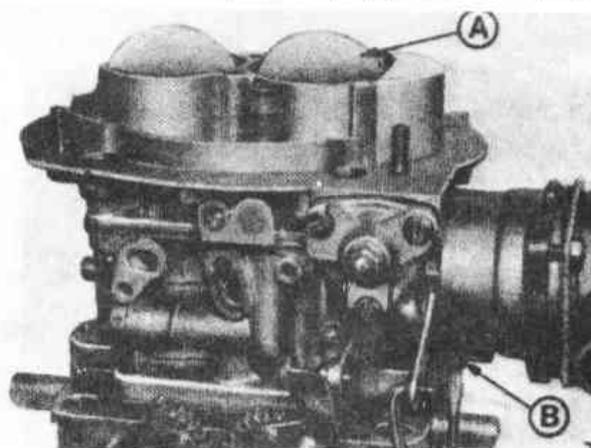

Рис.3.92. Регулировка высоких оборотов холостого хода (Разд.35)
5. Не трогая педали газа, запустите двигатель и проверьте частоту вращения высоких оборотов холостого хода. При необходимости отрегулируйте вращением регулировочного винта высоких оборотов холостого хода (Рис.3.92). Чтобы получить доступ к винту, заглушите двигатель и частично откройте дроссельные заслонки. Каждый полуоборот винта изменяет частоту вращения примерно на 100 об./мин.